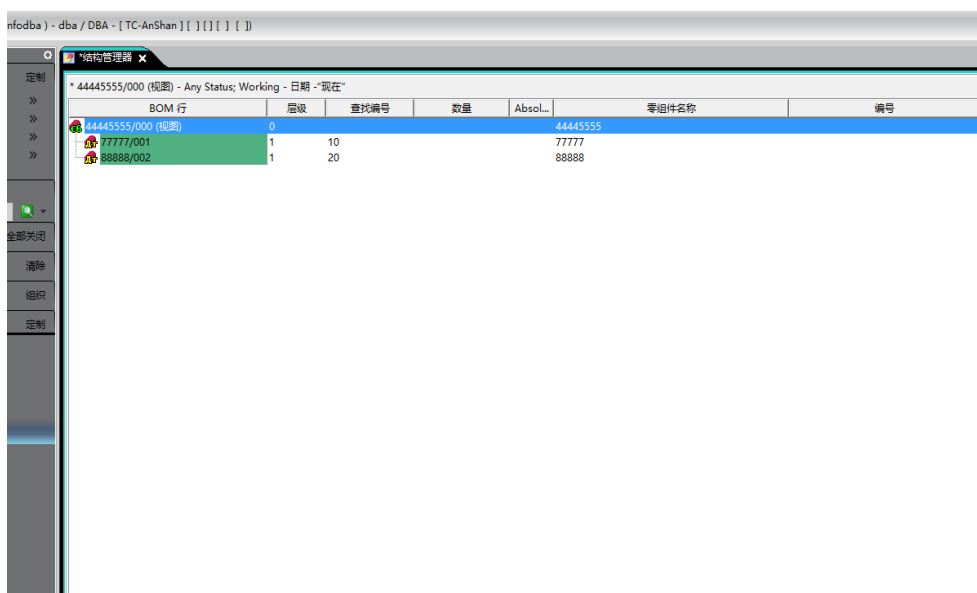

图 3
3、这时我们再去进行在结构管理器中搭建 BOM 结构，如图 3 所示：